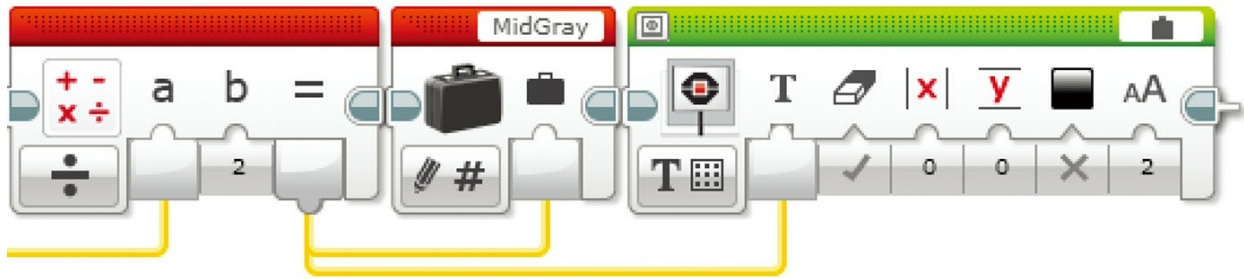

图8.31 连接数据线来改变显示
2. 这会立刻给你另一个输入，但别急，你刚刚创建了变量 MidGray，但是不能从变量输入。不用担心，因为输入变量的值是数学模块的输出，所以你只需从你的数学模块拖曳出另一根数据线连接到显示模块的输入，如图8.31所示。